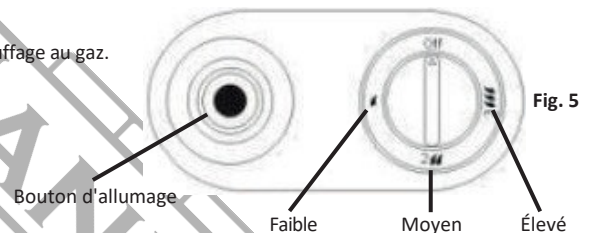

Fig. 5
Bouton de réglage du gaz (Fig. 5)
Bouton d'allumage piézoélectrique (Fig. 5)
2. Ouvrez la bouteille de gaz en tournant le robinet de la bouteille de gaz vers la gauche. Tournez le bouton de réglage du gaz de l'appareil sur la position "Low" (faible) (fig. 5).
4. Tout en maintenant le bouton de commande enfoncé, appuyez 2 ou 3 fois sur le bouton d'allumage piézoélectrique (fig. 5). Chaque fois que vous appuyez sur le bouton d'allumage piézoélectrique, vous entendez un déclic et vous voyez une étincelle sur le brûleur de la veilleuse.
1. Tournez le bouton de réglage du gaz en position "Low" (faible) (fig. 5) et fermez le robinet de la bouteille de gaz en tournant le bouton de la bouteille de gaz vers la droite.